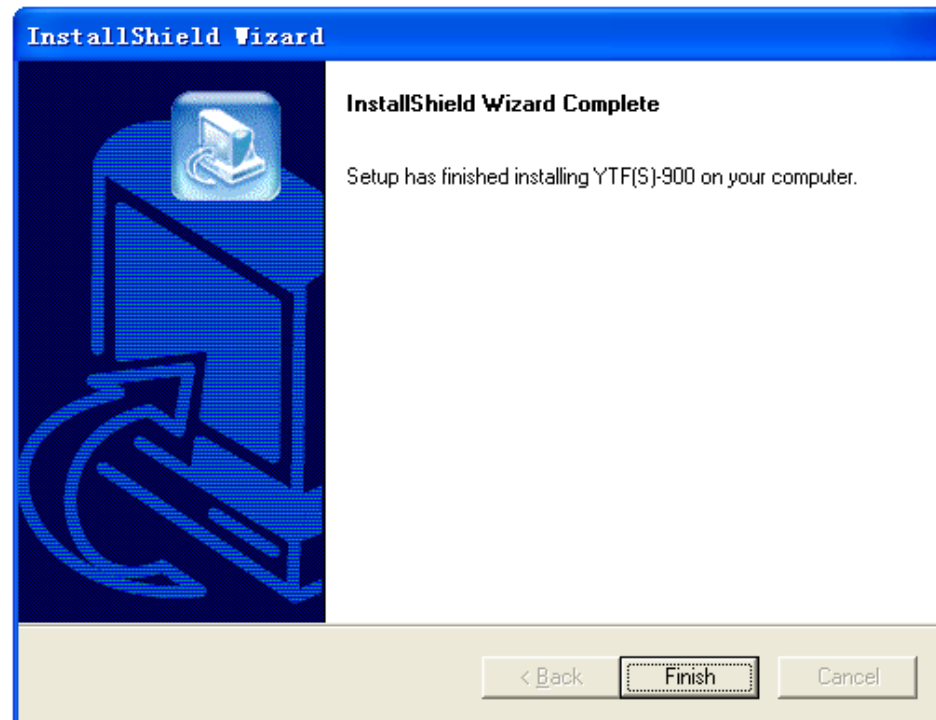

图 19
4.1.3 单击“Next”按钮后将进行程序的安装，屏幕上将出现文件复制信息条等信息。用户需等待程序安装。安装结束后，将出现图 19 对话框，用户单击“Finish”按钮将完成维护软件的安装过程。